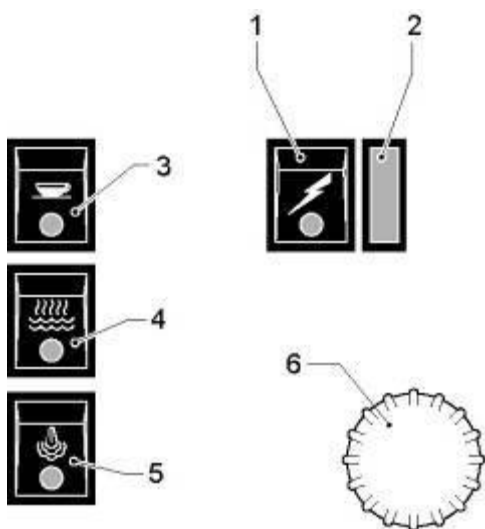

Рис. 4
6.1. Описание клавиш управления (Рис.4)